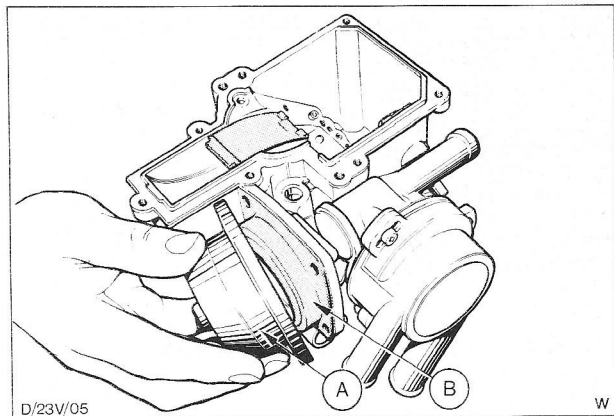

Fig. 48 Huis van luchtklepmembraan verwijderen.
9. Verwijder de vier kruiskopschroeven en neem het huis van het luchtklepmembraan met de terugdrukveer en de veerschotel weg. Verwijder het membraan, na het borgringetje te hebben weggenomen; Fig. 48.